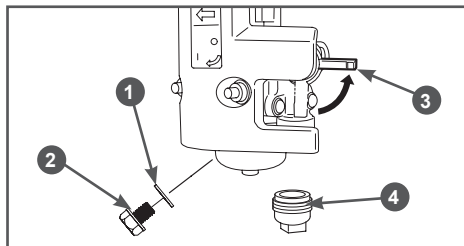

Рис. 23. Обслуживание карбюратора
2. Установите рычаг 3 топливного крана в положение «ЗАКРЫТО» (Рис. 23).
3. Открутите болт 2 сливного отверстия и слейте топливо из поплавковой камеры карбюратора в подготовленную для этого ёмкость (Рис. 23).
4. Открутите стакан 4 отстойника, вылейте из него топливо в заранее подготовленную емкость и промойте его (Рис. 23).
1. Слейте топливо из топливного бака и карбюратора (Рис. 23).